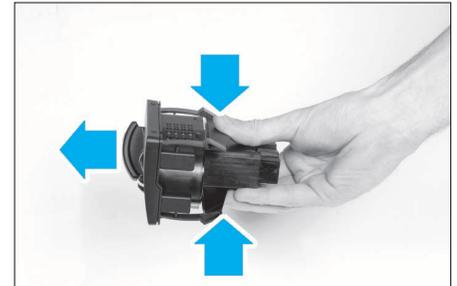

FIG. 42
- la commande d'éclairage (Fig.42).